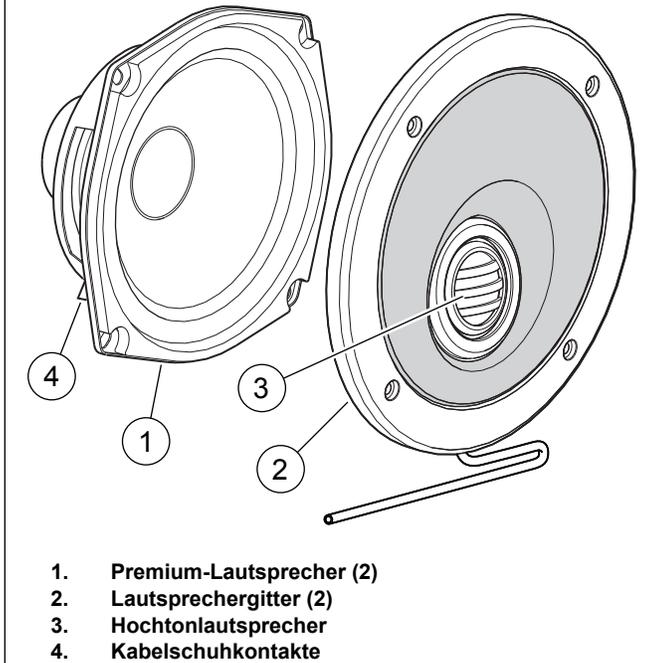

Abbildung 4. Komponenten des Boom! Audio Hecklautsprechersatzes
1. Siehe Abbildung 4. Ein Lautsprechergitter (2) wie abgebildet gegen die Fläche eines Lautsprechers (1) ansetzen; die Kabelschuhkontakte des Lautsprechers (4) müssen nach **unten** zeigen und der Hochtוןlautsprecher (3) unten am Gitter platziert sein. Die Kabel des Hochtוןlautsprechers nach unten und zwischen Grill und Adapter heraus verlegen.